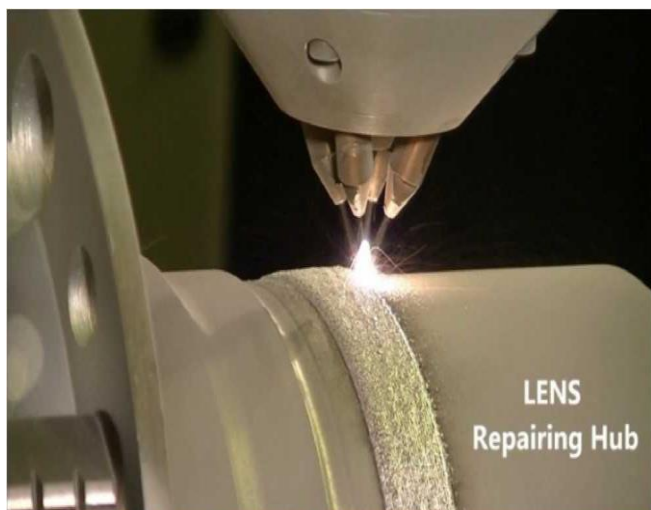

Рис.3. Технологія 3D друку LENS
–технологія LENS (технологія лазерної наплавки, рис.3);
– технологія LOM (виробництво об'єктів методом ламінування, рис. 3); технологія SL; технологія LS; технологія 3DP та ін.